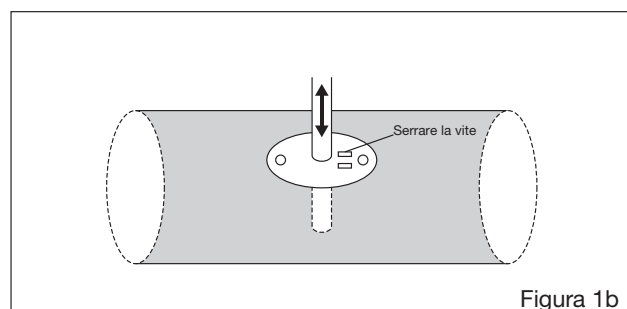

Figura 1b
- 4) Regolare la sonda alla profondità desiderata. Accertatevi che la testa della sonda raggiunga approssimativamente la metà del condotto, figura 1b.